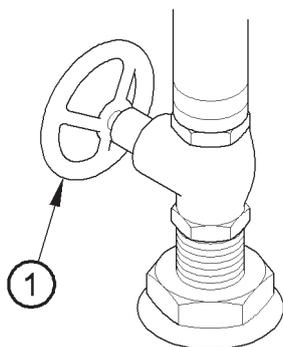

Figura 4
1. Asegúrese de que la toma de agua salada esté cerrada (Figura 4, elemento 1).